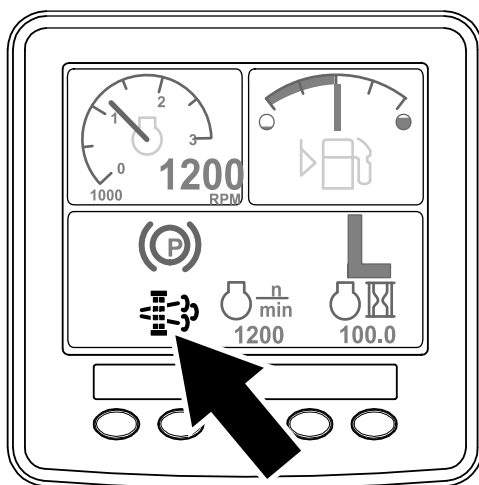

Figura 62
- L'icona della rigenerazione da fermi viene visualizzata sull'InfoCenter (Figura 62).